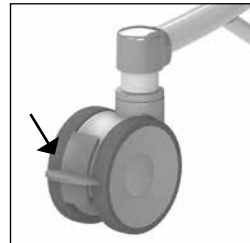

Abbildung 2 Schwenkrolle.
- Der Elexo XXL Stuhl kann gebremst werden, indem die graue Lippe an der Rolle eingedrückt wird (Siehe Abbildung 2).